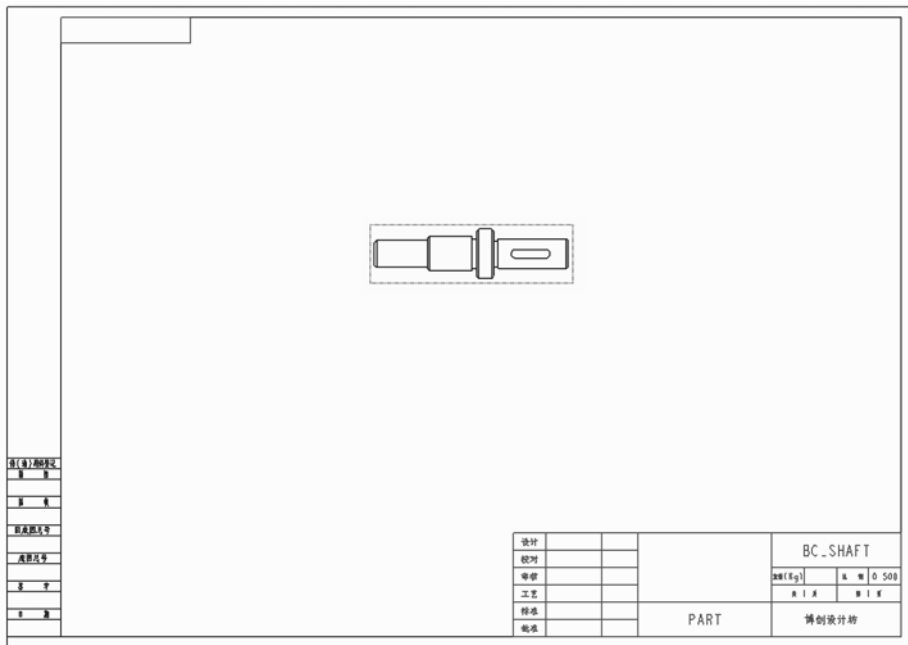

图 12-103 放置第一个视图
- 5 在“绘图视图”对话框中单击“关闭”按钮。此时放置的第一个视图如图 12-103 所示，视图相对于图框而言显得比较小，因此需要调整绘图比例。